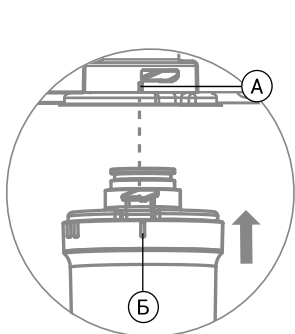

Рис. 3
3. Совместите метку «I» (А) на блоке фильтра и метку «II» (Б) на картридже (рис. 3).